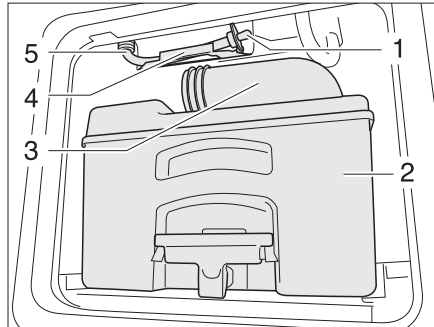

Fig. 290 Tuyau d'écoulement réservoir d'eau toilettes
- Vider la cassette (Fig. 290,2) dans une station d'évacuation autorisée et la nettoyer.
- Laisser la tubulure d'évacuation (Fig. 290,3) ouverte.
- Retirer le tuyau d'écoulement (Fig. 290,5) de son support (Fig. 290,4).
- Retirer le bouchon d'écoulement (Fig. 290,1) et laisser s'écouler le reste d'eau.